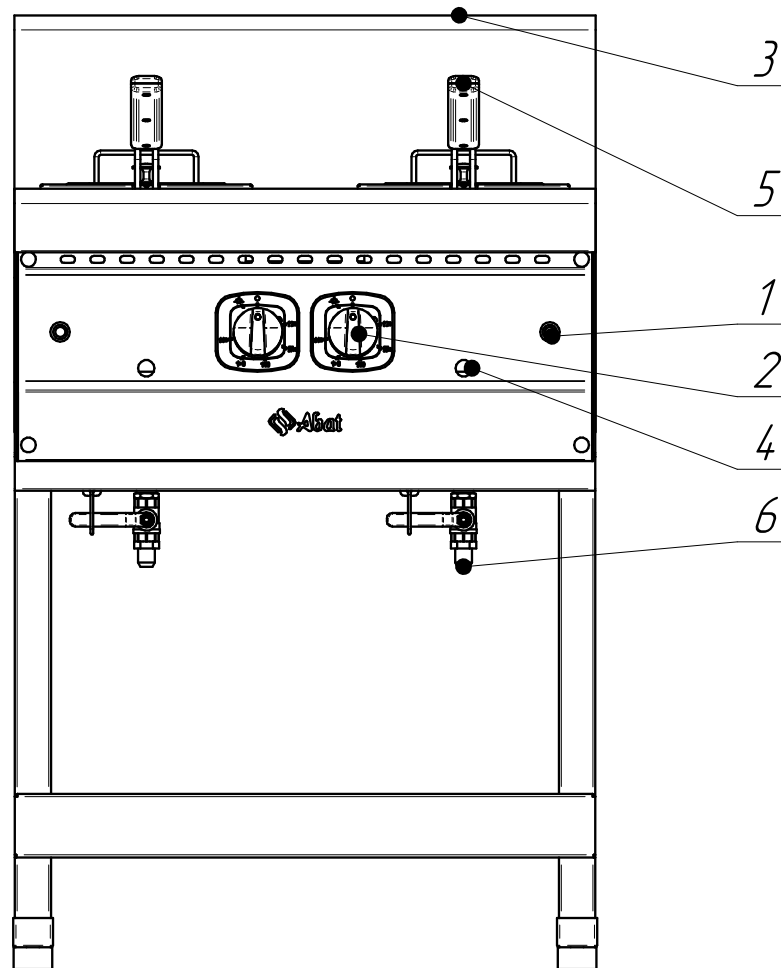

Рис. 1. Газовая фритюрница
4.1 Устройство газовой фритюрницы показано на рис. 1.
Фритюрница выполнена на подставке. Для слива масла с ванны предусмотрен сливной патрубок 6 (см. рис. 1) находящийся на днище.
нее 15 секунд, после чего отпустите. После проведения вышеуказанных операций необходимо проконтролировать наличие горения газа, для чего необходимо посмотреть в смотровое окно 4 (рис.1), в котором можно наблюдать наличие пламени. Пламя должно быть устойчивым. Если пламя не горит, повторите операцию.